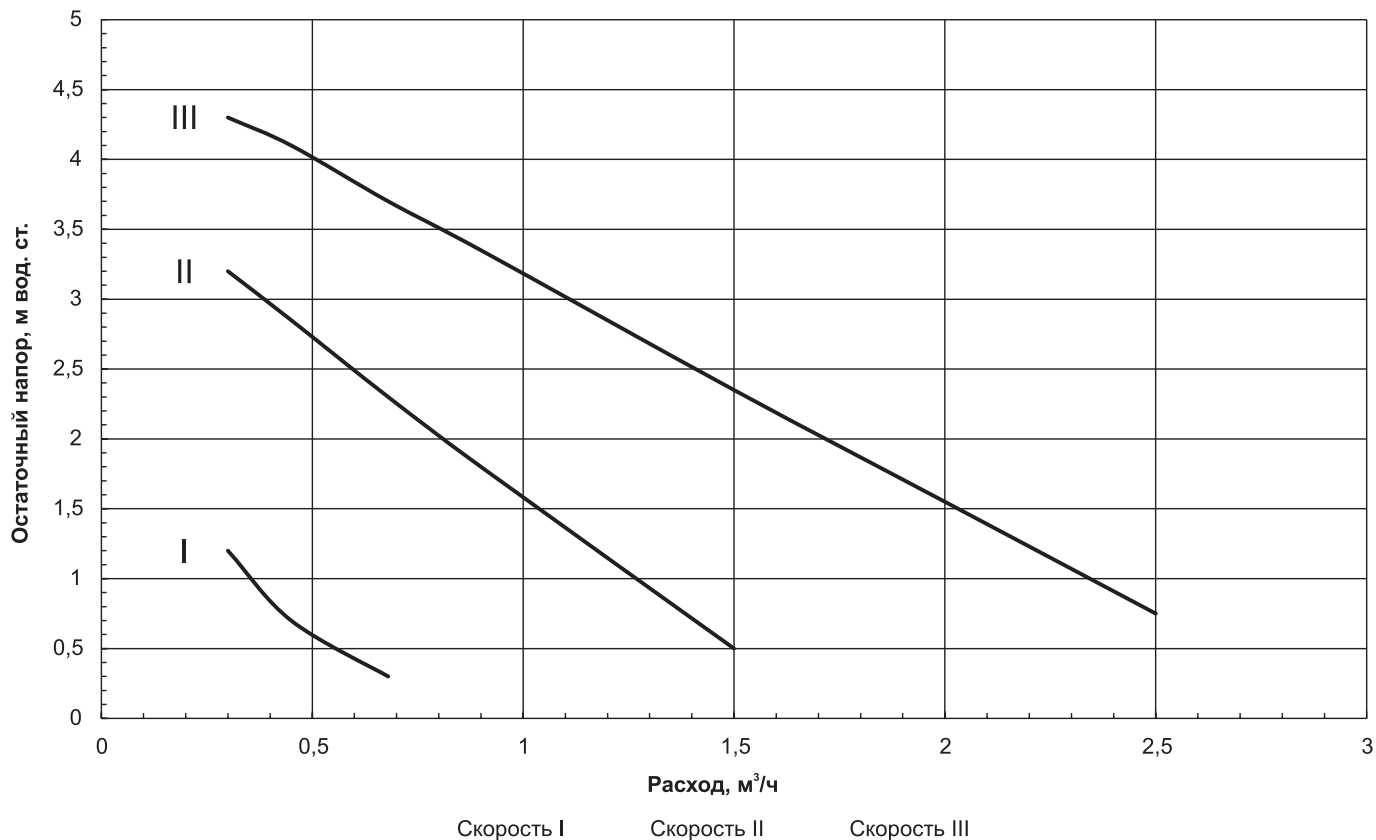
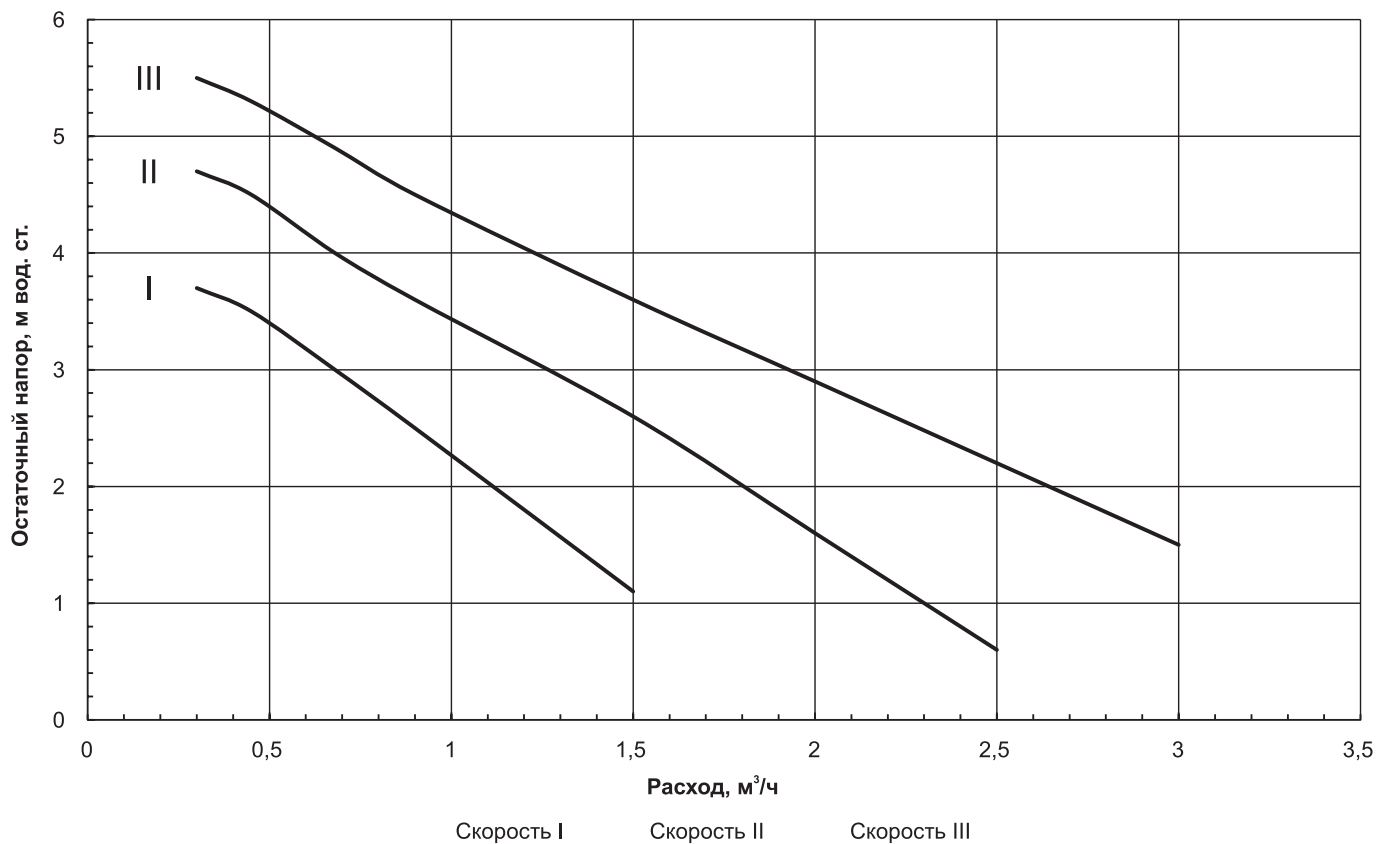

Рис. 1 Остаточный напор для циркуляционного насоса ZOTA RING 25/60 (для котлов МК-Х Plus 6-24 кВт)
Рис. 2 Остаточный напор для циркуляционного насоса ZOTA RING 25/70 (для котлов МК-Х Plus 30-42 кВт)
**График остаточного напора для циркуляционных насосов показан на Рис. 1, Рис. 2.